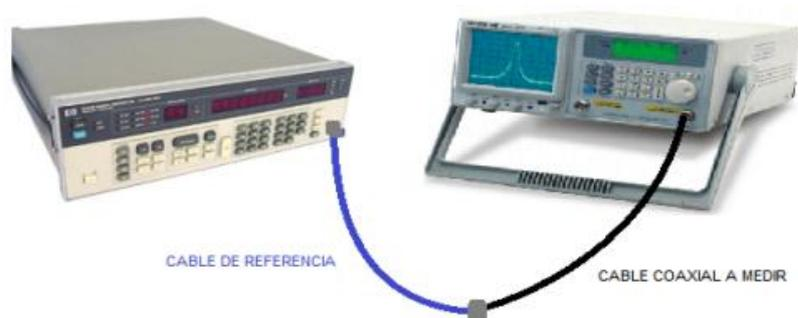

Figura 2. Caracterización de pérdidas de un cable coaxial
6.4 Caracterización de pérdidas: Conectar el cable coaxial que se va a medir como se indica en la Figura 2. Medir la potencia recibida en el analizador de espectros para cada una de las frecuencias del barrido. El valor medido corresponde a la potencia de salida del cable coaxial P_s que se indica en la Tabla 1.